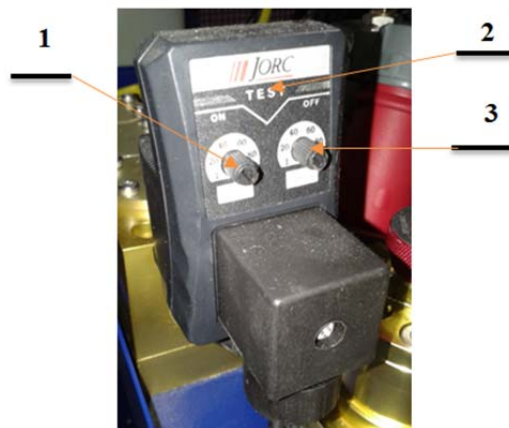

Рисунок 28
- при выключенном компрессоре ручкой "ON" 1 (рисунок 28) со стрелкой установить время продолжительности сброса конденсата (6 ± 1) секунд;